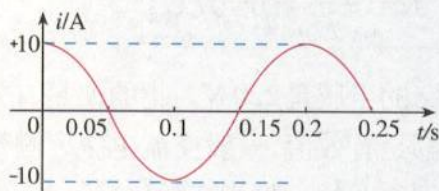

图 5.2-4 某正弦式电流的图象
4. 图 5.2-4 是一个正弦式电流的波形图。根据图象求出它的周期、频率、电流的峰值、电流的有效值。